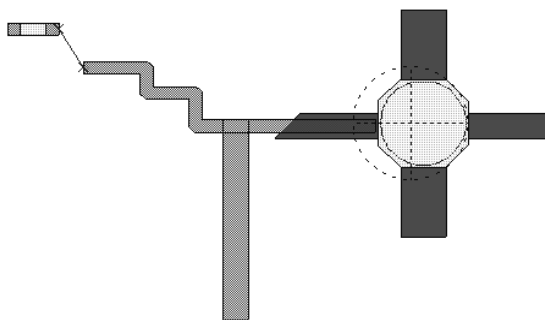

Рис. 4.41
1. Установите курсор на элемент конденсатора, нажмите левую кнопку мышки и переместите этот элемент, как показано на рис. 4.41.